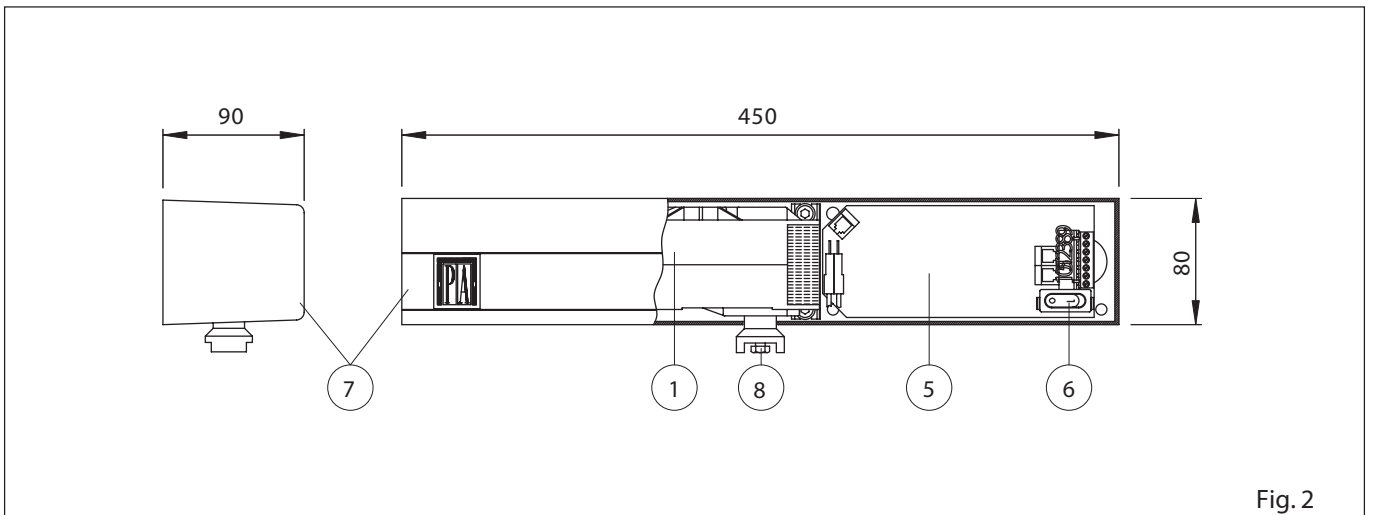

Fig. 2
2.2 VERWEIS AUF DIE AUTOMATISIERUNG (Abb. 2 und 3)